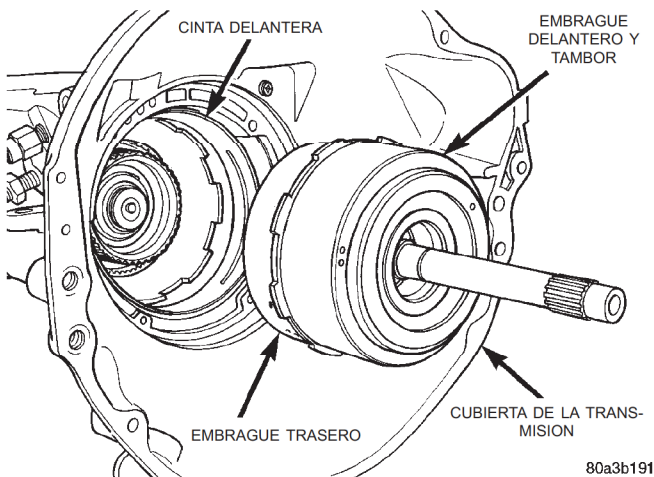

Fig. 79 Conjuntos de embrague delantero/trasero
(18) Retire las unidades de embrague delantero y trasero como conjuntos. Tome firmemente el eje impulsor, sostenga ambas unidades de embrague y retirelas de la caja (Fig. 79).